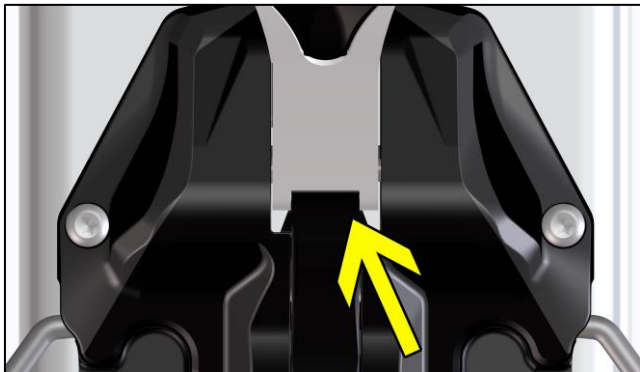

FIGURA 17
- **ATTENZIONE!** Prima di procedere con la salita è necessario accertarsi che la leva si trovi nella posizione stabilizzata illustrata in **FIGURA 17**, con la scritta “SKI” non visibile sulla leva frontale.